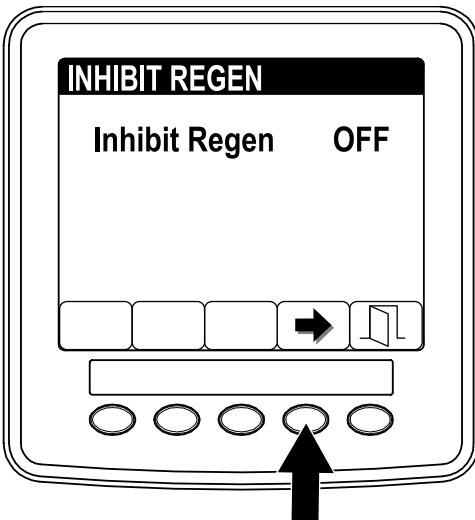

Bild 42
3. Drücken Sie die Taste 4, um die Einstellung für das Verhindern der Regenerierung von „On“ in „Off“ (Bild 42) oder von „Off“ in „On“ zu ändern.